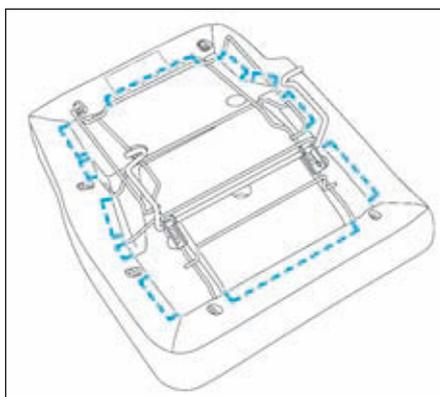

FIG.49
- Déposer les profils de retenue de coiffe (Fig.49).